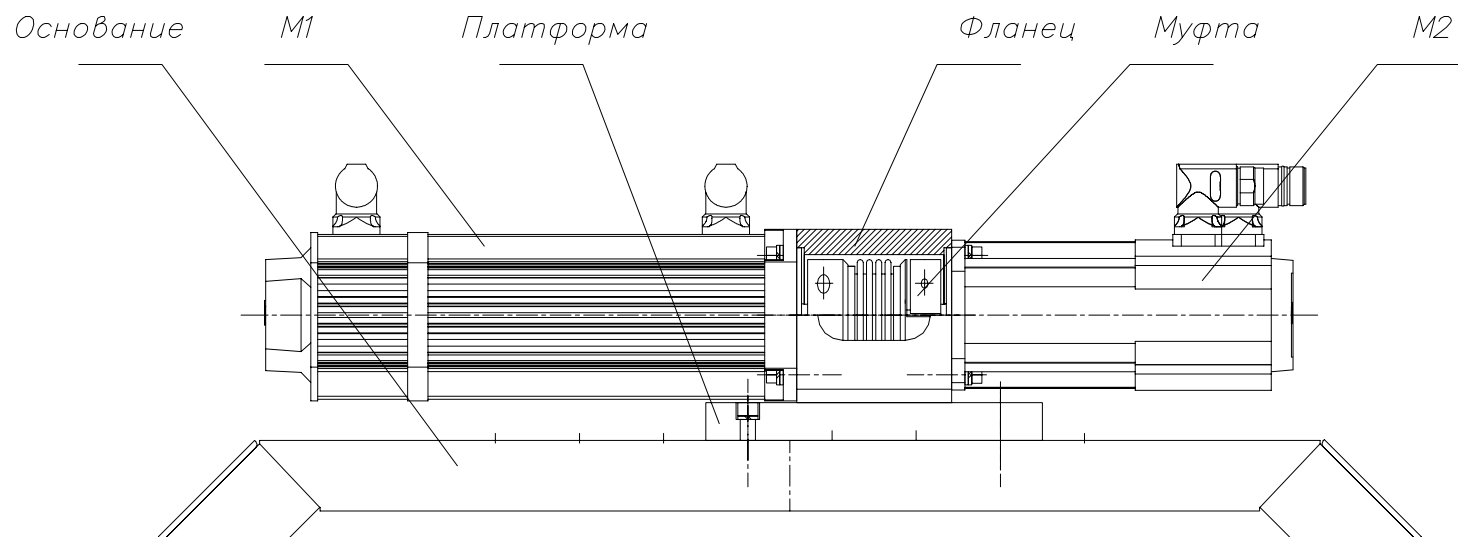

Рис.4.4. Электромеханическая часть стенда
**Электромеханическая часть** (см. рис. 4.4) смонтирована на основании с виброгасящими опорами. Габаритные размеры 750x315x225 (ДxШxВ). На основании установлена платформа с монтажным фланцем, внутри которого размещается сильфонная муфта, соединяющая валы электродвигателей, закрепленных на посадочных местах фланца. Подключение силовых и сигнальных цепей электродвигателей выполняется экранированными кабелями (№2, 3, 4, 5) со штепсельными разъемами из комплекта поставки стенда.